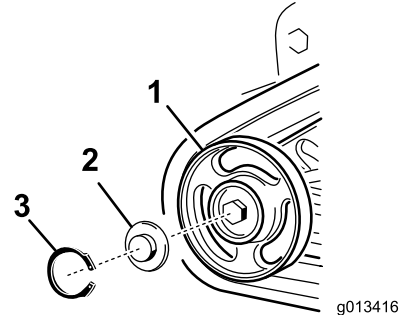

Figure 60
4. Déposez le circlip et le chapeau d'un galet de roulement (Figure 60).
5. Vérifiez la graisse sous le chapeau et autour du joint (Figure 60). Si elle est encrassée, granuleuse ou en quantité insuffisante, enlevez toute la graisse, remplacez le joint et ajoutez de la graisse neuve.
7. Placez le chapeau de galet de roulement sur la tête du boulon (Figure 60).
8. Fixez le chapeau avec le circlip (Figure 60).